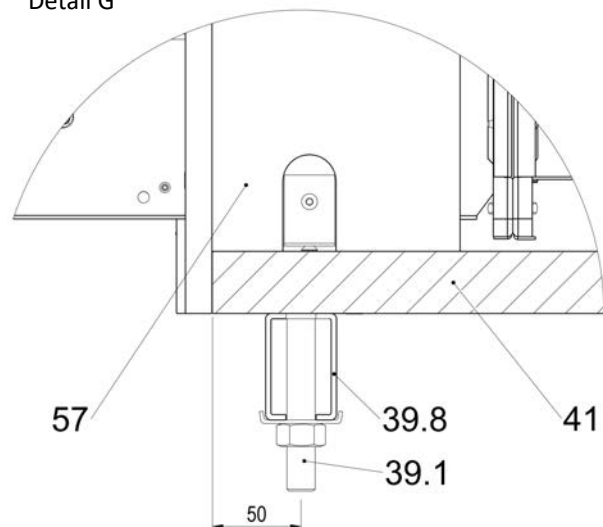
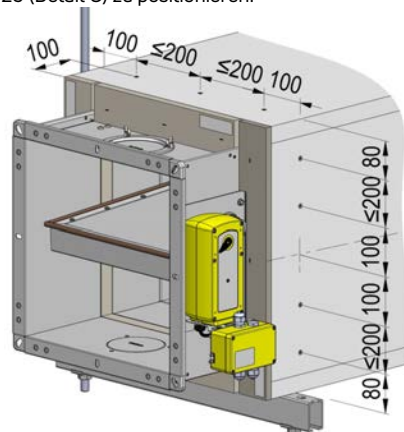

Abbildung 29: Leitungsanschluss BKL mit Einbaurahmen Typ ERA2 entfernt von massiver Wand
Abbildung 32: Montage PROMATECT®-Brandschutzbauplatten am Einbaurahmen ERA2
- Montage der feuerwiderstandsfähigen Bekleidung (Pos. 41) aus PROMATECT®-Brandschutzbauplatten, $d = 35 \text{ mm}$, inklusive Abhängung. Promat®-Handbuch, Konstruktion 478, in der aktuellen Fassung ist zu berücksichtigen. Die PROMATECT®-Brandschutzbauplatten werden im Bereich des Einbaurahmens ERA2 mit diesem umlaufend verschraubt, siehe nachfolgend Abbildung 32. Die Abhängung im Bereich der BKL ist entsprechend Abbildung 29 (Detail G) zu positionieren.